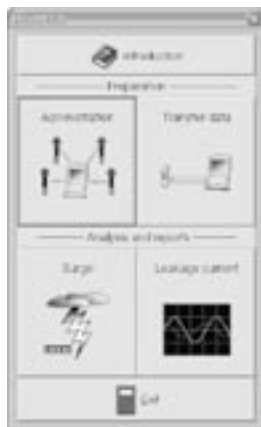

Рис. 2.7.1
1. Занесите в административный раздел программного обеспечения следующие данные (см. рис. 2.7.1 и 2.7.2, а также встроенную справочную систему для EXCOUNT-II ).